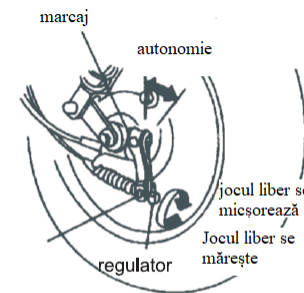

Figura 3-2
(1) Reglarea jocului dintre frânele din față și din spate este prezentată în Figura 3-2. Dacă frâna nu funcționează ușor, este necesară ajustarea piulițelor de pe regulator în direcția indicată de săgeata cu mențiunea „jocul liber se micșorează” din figură (în general, ajustarea trebuie să fie în intervalul de 1–3 rotații). Dacă roata oferă senzația că frânează (există frecare între tamburul de frână și sabotii de frână), înseamnă că cablul frânei este reglat prea strâns, iar reglarea piulițelor de pe regulator trebuie făcută în direcția indicată de săgeata cu mențiunea „jocul liber se mărește” (în general, în intervalul de 1–3 rotații).